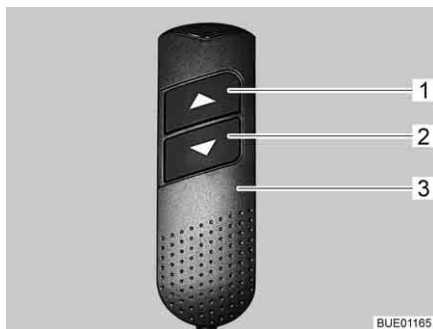

Fig. 132 Elemento de mando manual
- En el elemento de mando manual (Fig. 132,3), pulsar la tecla "▼" (Fig. 132,2) y mantenerla pulsada. La sección de los pies se introducirá. Las cabeceras del somier se levantarán.
- En el elemento de mando manual (Fig. 132,3), pulsar la tecla "▲" (Fig. 132,1) y mantenerla pulsada. La sección de los pies se extenderá. Las cabeceras del somier se bajarán.
- En el elemento de mando manual (Fig. 132,3), pulsar las teclas "▼" (Fig. 132,2) o bien "▲" (Fig. 132,1) hasta que se haya alcanzado la posición deseada.